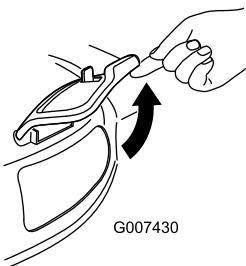

Figura 30
2. Levante la tapa de descarga lateral (Figura 30).